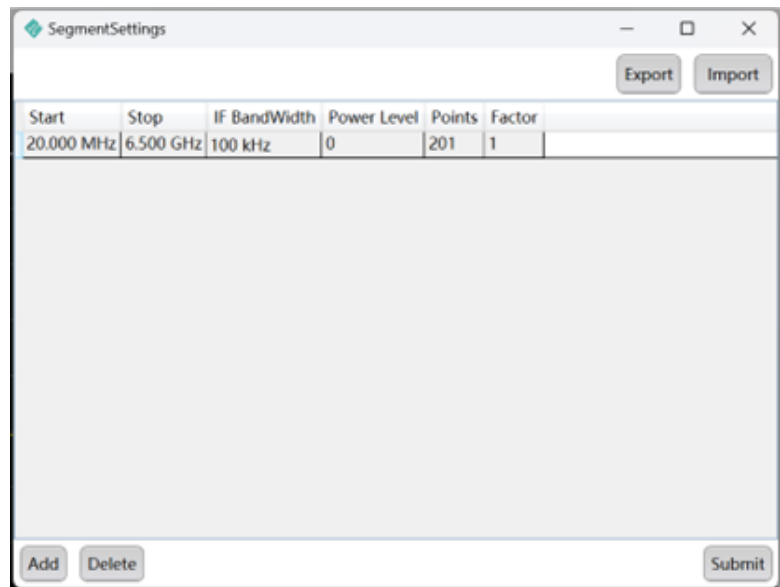

图 13 分段扫描设置图
- 3. 点击 SetSegment 按键，弹出 SegmentSettings 弹窗（图 13），在该弹窗中，可以设置多个独立频段不同的扫描参数，如扫描点数、起始频率、终止频率、中频带宽等。支持分段信息的文件导出和导入，也可以手动增加或删除分段信息。